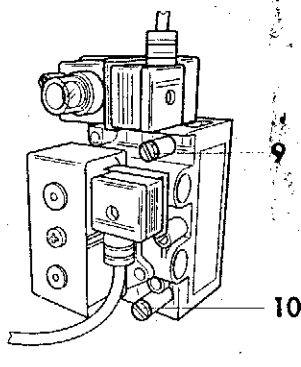

Рис. 8.2 Штуцеры для измерения давления газа
- Вывернуть запорный винт на штуцере для измерения давления на соплах и присоединить манометр с разрешением не хуже 0,1 мбар (рекомендуется U-образный манометр) к штуцеру (10). (см. рис. 8.2)
- Потом провести настройку частичной мощности 55% (1-я ступень), для чего после вывинчивания крепёжного винта снять штекер (7). (Котёл перейдёт в режим работы на первой ступени.)
- Давление на соплах для частичной мощности 55% (1-я ступень) установить с помощью отвёртки (4) винтом (5), удерживая при этом плоским ключом на 10 шестигранную гайку (6).
- Присоединить штекер (7), завернуть крепёжный винт.
- Завернуть винт на штуцере (10). (См. рис. 8.2)